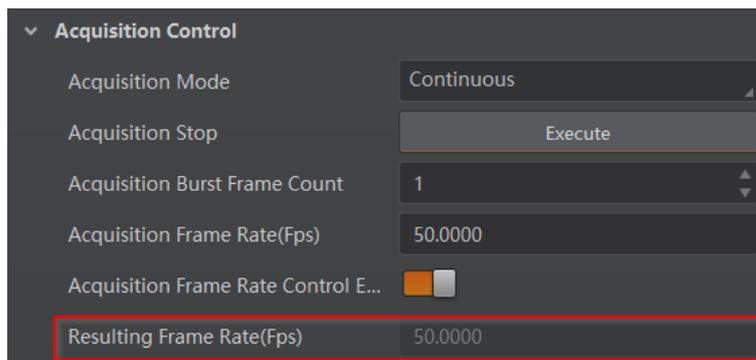

图3-2 查看实时帧率
3. 相机最终帧率的大小可以通过 *Acquisition Control* 属性下的 *Resulting Frame Rate* 参数查看，如图 3-2 所示。